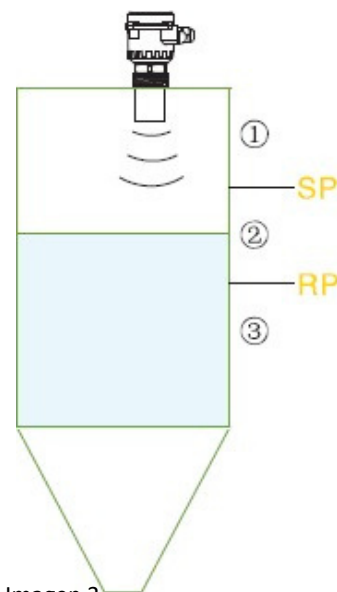

Imagen 3.
1. Salida de conmutación (ver imagen 3 y tabla 1)